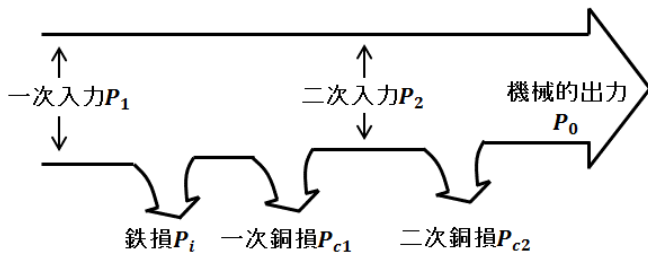

図5: 誘導機のエネルギーフロー
上記の関係は、図5のエネルギーフローで示すことができる。
- ・ 誘導機に限らず、変圧器、直流機、同期機においても図5に示すエネルギーフローをイメージすることが重要である。